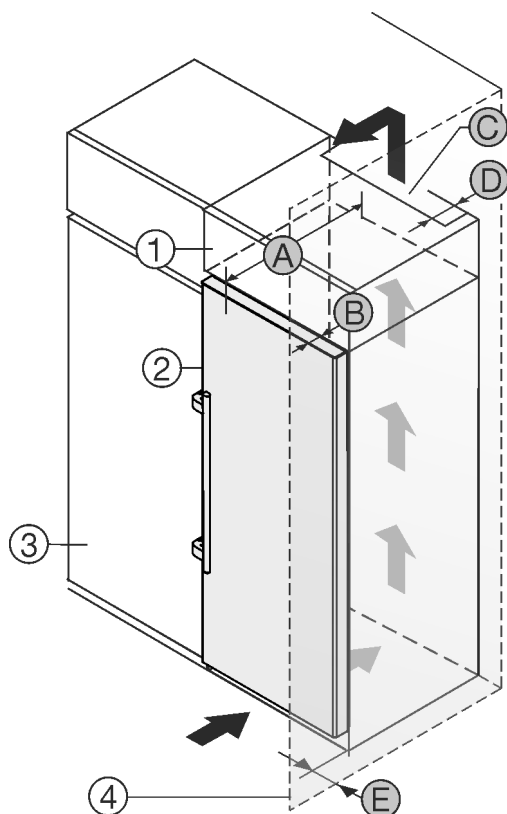

Fig. 2
A készülék közvetlenül a konyhaszekrény Fig. 2 (3) mellé állítható.*
A rátétszekrény hátoldalán egy megadott mélységű Fig. 2 (D) szellőzőaknát kell kialakítani a rátétszekrény teljes szélességében.*
A mennyezett alatt be kell tartani a szellőző keresztmet-szetet Fig. 2 (C).*
Ha a készüléket a zsanérjaival a fal Fig. 2 (4) mellé állítja fel, legalább 57 mm távolságot kell tartani a faltól. Ez a fogantyú túlnyúlásának felel meg, amikor kinyitja az ajtót.*
Ahhoz, hogy az ajtót teljesen ki tudja nyitni, a készüléknek a konyhaszekrény elülső oldalához képest legalább az ajtó mélységének Fig. 2 (B) megfelelően ki kell állnia. A konyha-szekrények Fig. 2 (3) mélységétől és a fali távtartók haszná-latától függően a készülék nagyobb mértékben is túllóghat előrefelé.*